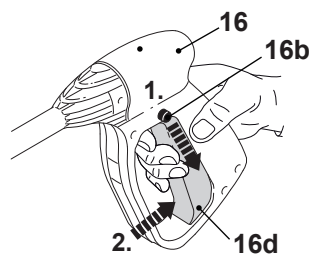

Fig. 18
4. Desative o bloqueio do gatilho pressionando o botão para desativar (16b) (Fig. 18).